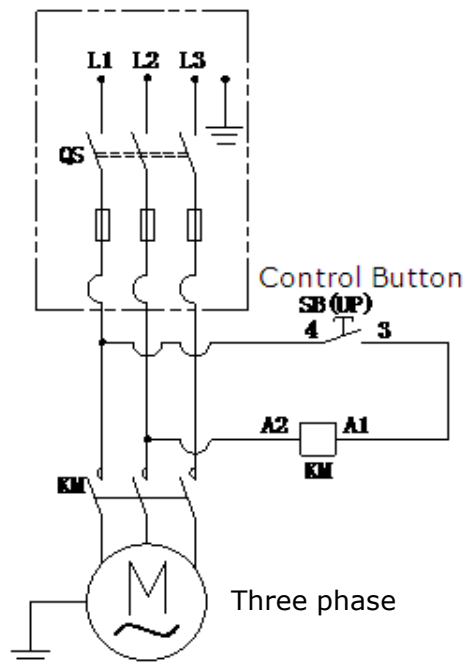

Fig. 28
1、Circuit diagram(See Fig. 28).